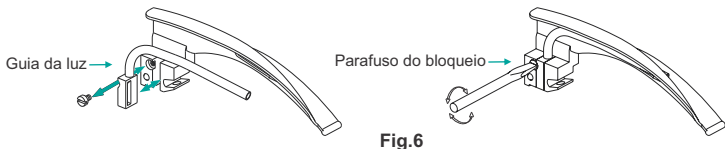

Fig.6
- **Guia de fibra óptica:** ao desparafusar o parafuso de travamento lateral, conforme mostrado na Fig.6, a guia de luz de fibra óptica pode ser desengatada e removida para limpeza, reparos ou substituição.